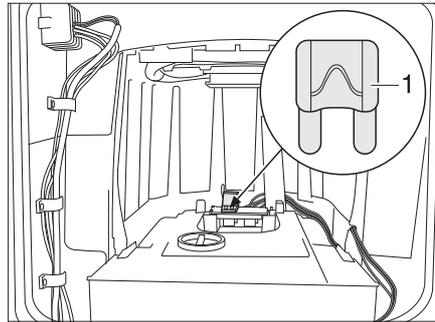

Bild 104 Sicherung der Thetford-Toilette
- Die Sicherung (Bild 104,1) wechseln.